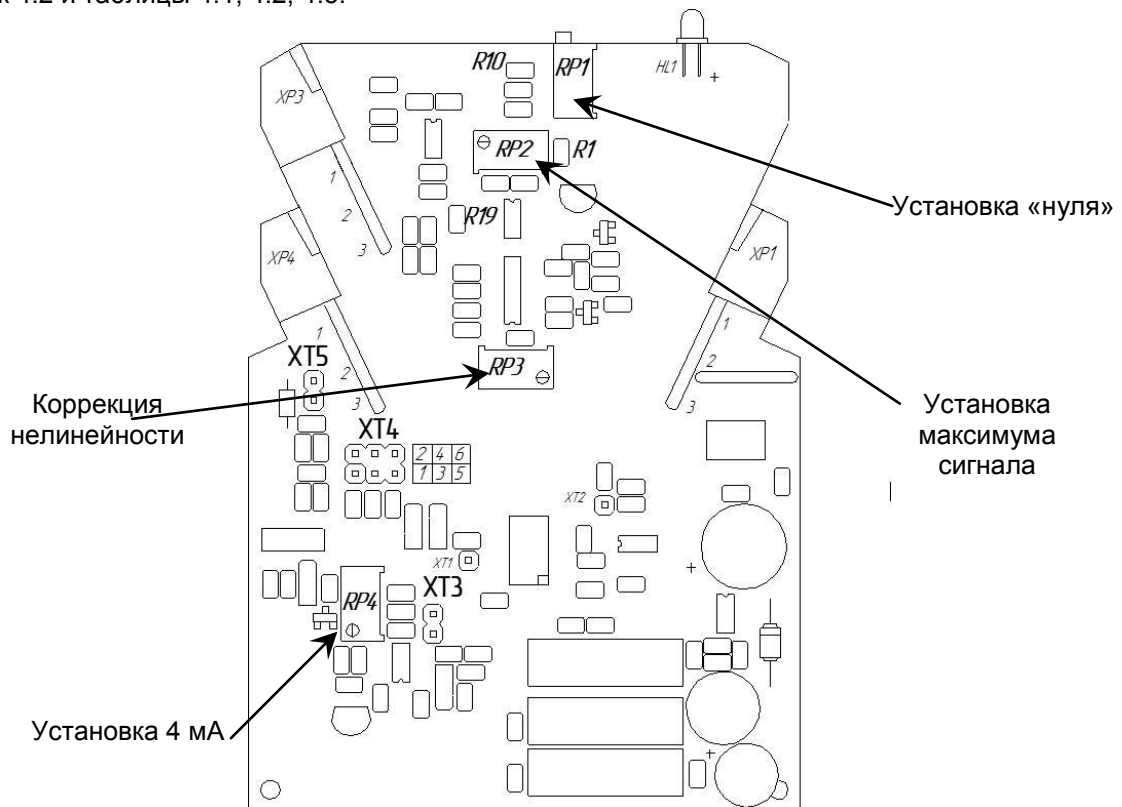

Рисунок 4.2 - Схема расположения органов регулирования и элементов настройки БПО-41
4.2.4 Для изменения настроек БПТ-21 на другие входные/выходные сигналы используйте рисунок 4.2 и таблицы 4.1, 4.2, 4.3.